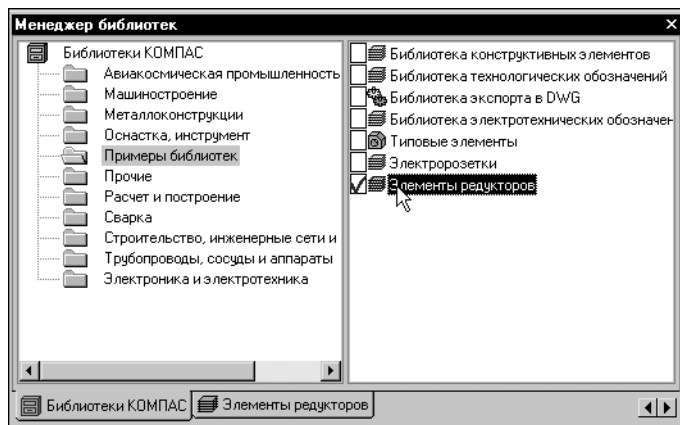

Рис. 45.34. Подключение библиотеки **Элементы редукторов**
7. Подключите ее к системе (рис. 45.34).